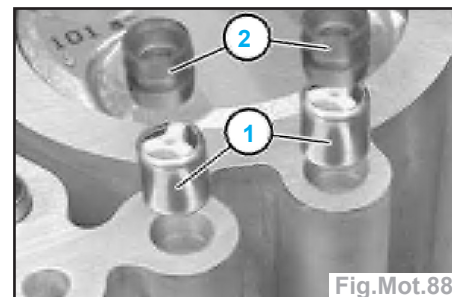

Fig.Mot.88
- Un clapet anti-retour (1) et une douille entretoise (2) sont montés dans le bloc moteur sur le 1^{er} cylindre côté admission et côté échappement (Fig.Mot.88).